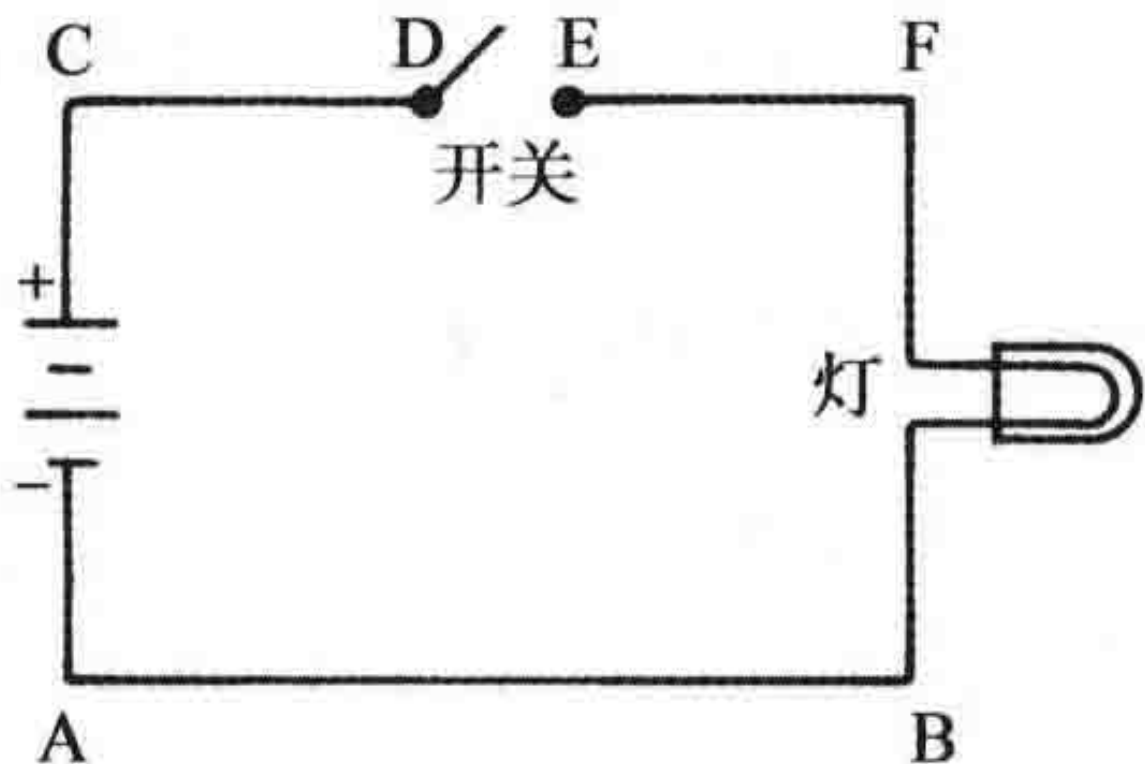

图 I-13 由开关断开引起的开路
1. 电源的一端应连接到耗电设备的一端，即 A 连到 B，如图 I-13 所示。